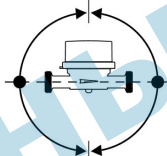

Рисунок 1 Схема установки счетчика на трубопроводе
Рисунок 1 с обратным клапаном
- счетчик может устанавливаться на горизонтальном и вертикальном трубопроводе в соответствии с рис.1;